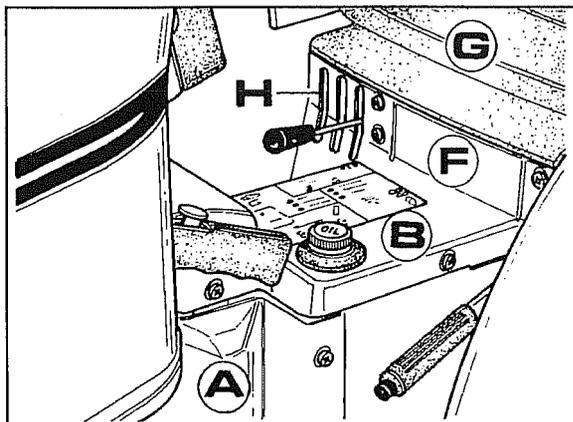

Abb. 1
- 1 Den Fahrersitz **G** herausnehmen, das zentrale Schutzblech **B**, die Seitenflanke **A** und die auf der Gegenseite und die Traverse **F** wie in der Abb. 1 gezeigt entfernen.